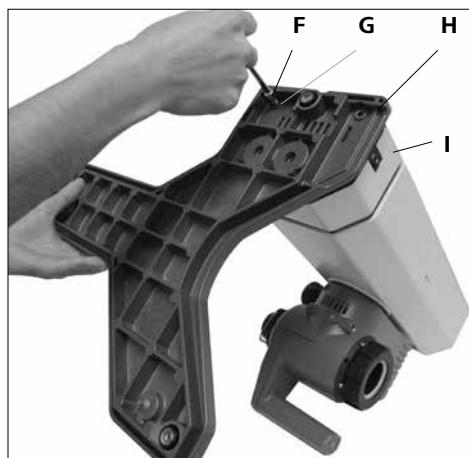

Fig. 7
1.) 리프트에 리프트 고정 판넬 설치 (Fig. 7)
- 포장을 끈 후에 원통형 M6X25 (**F**) (4x) 톱니 와셔 M6(**G**) (4x)를 적용하여 리프트 장치(**I**)가 있는 베이스(**H**)를 장착 할 수 있습니다.(Fig. 7)